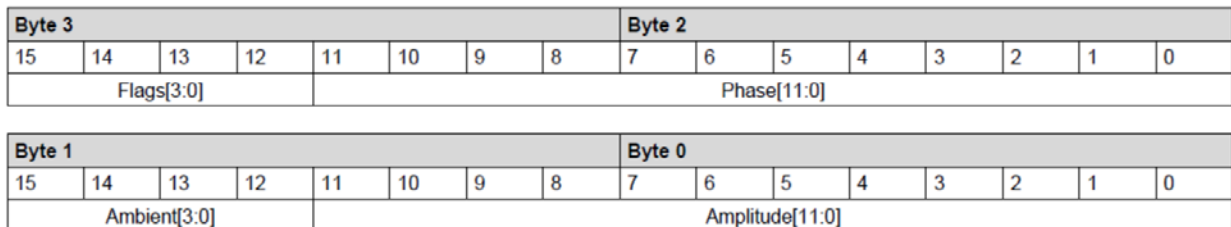

图 12: 4 字节模式
包含 12bits 的反射光亮度 Amplitude (C)、4bits 的环境光 Ambient (A)、12bits 的相位 Phase (P) 和 4bits 的标志位 Flags (F)。如下图 12。Ambient 和 Amplitude 组成 16 位 word，Ambient 为 MSB。Flag 和 Phase 组成 16 位 word，Flag 为 MSB。